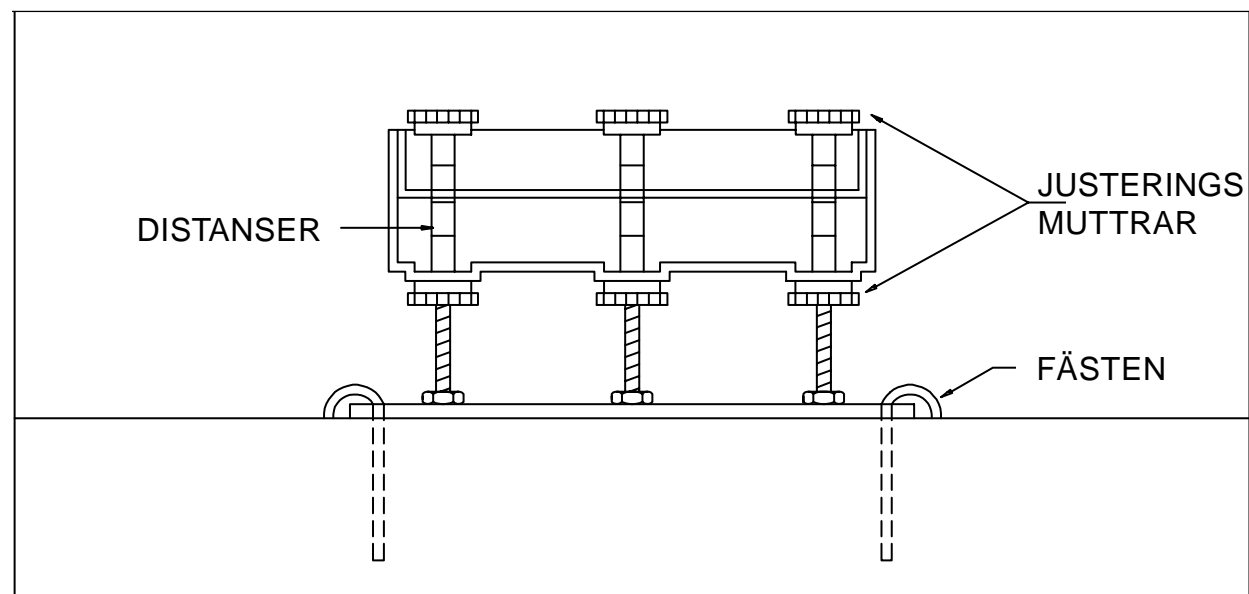

BILD 1 ANVÄNDA BASPLATTAN WRG BP
2. Montera regnmätaren på basplattan som i bild 1.